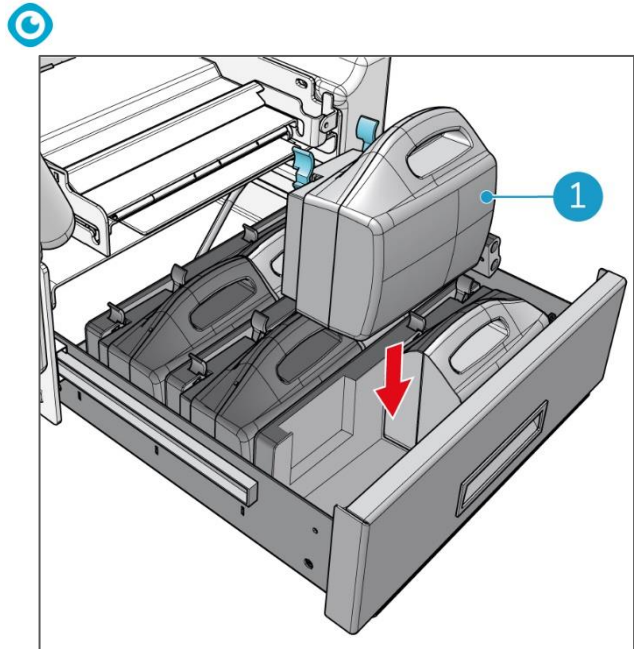

Figura 15
4. Coloca las baterías en el compartimento. Una vez que hagan "clic", quedan bloqueadas en su sitio (Figura 15, pos. 1).